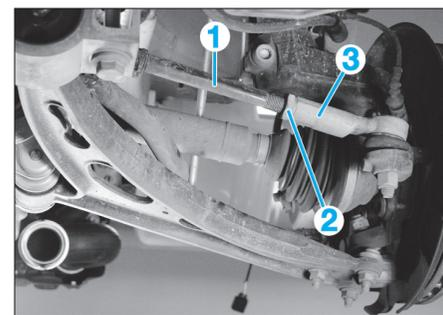

Fig. 4
Le parallélisme se règle par l'allongement ou le raccourcissement symétrique de la longueur des biellettes de direction (1), en les tournant par leur empreinte hexagonale, après avoir desserré les contre-écrous (2) des rotules de direction (3) puis déposé les colliers extérieurs des soufflets du boîtier de direction (Fig.4).